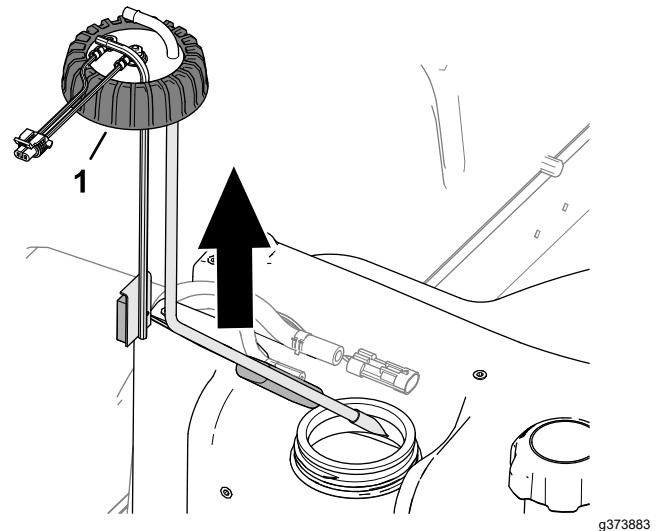

Figure 126
- Desserrez le chapeau du transmetteur de niveau de carburant (Figure 126).